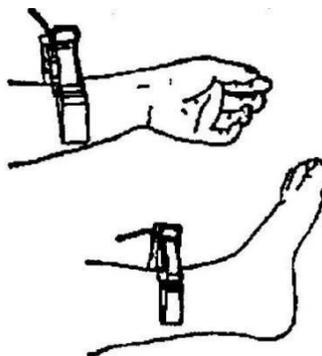

Figura 3-12: Conexión de electrodos de extremidades
- Limpe la parte de la piel donde se instalará el electrodo, fije el retenedor del electrodo de la extremidad del electrodo en la piel blanda de la muñeca (tobillo), como se muestra en la Figura 3-12.